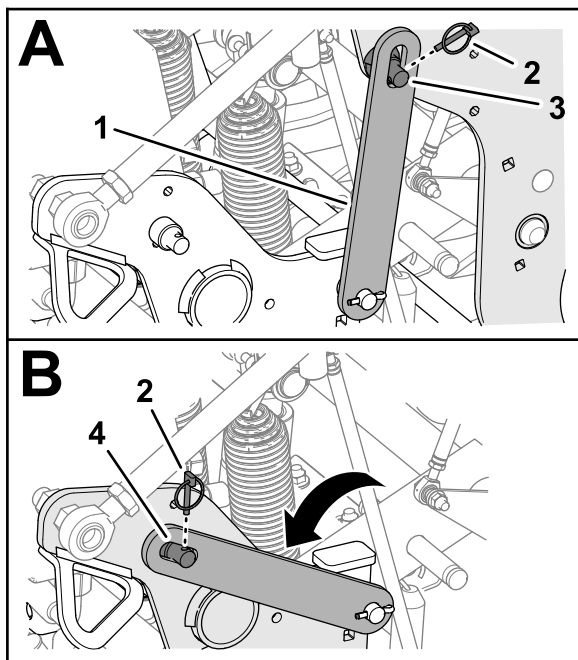

Рисунок 112
3. Снимите шплинт с кольцом, который крепит предохранительный фиксатор к опорному штифту вала аэратора (Рисунок 112).